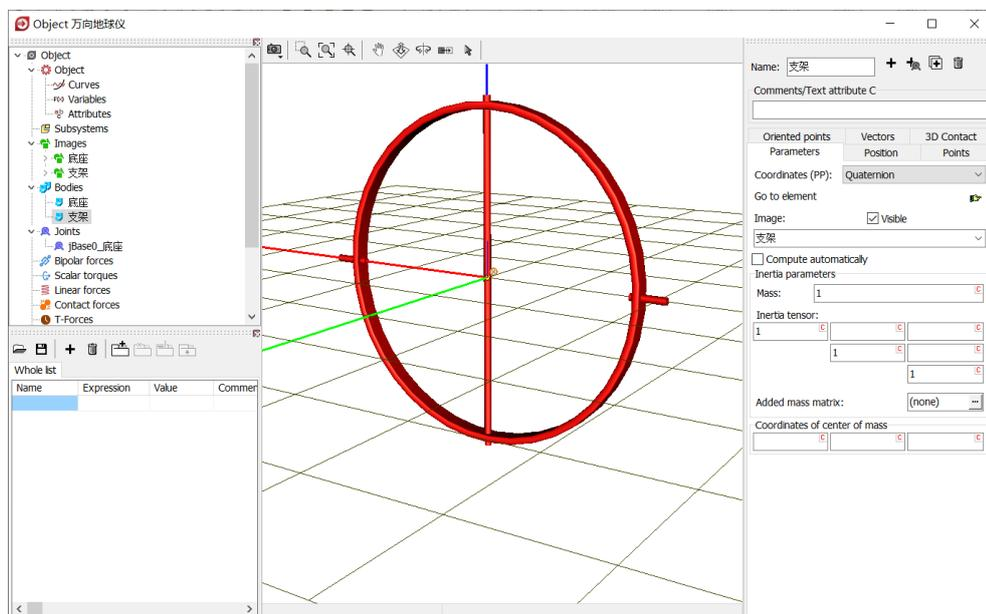

图 2-20
- 5) 在交互界面顶部 **Name** 处将该刚体重名为**支架**，在 **Parameters** 页面下部 **Mass** 处定义质量（国际单位：kg）为 **1**，在 **Inertia tensor** 处定义刚体相对其惯性主轴的转动惯量（国际单位： $\text{kg} \cdot \text{m}^2$ ）分别为 **1, 1, 1**，如图 2-20。